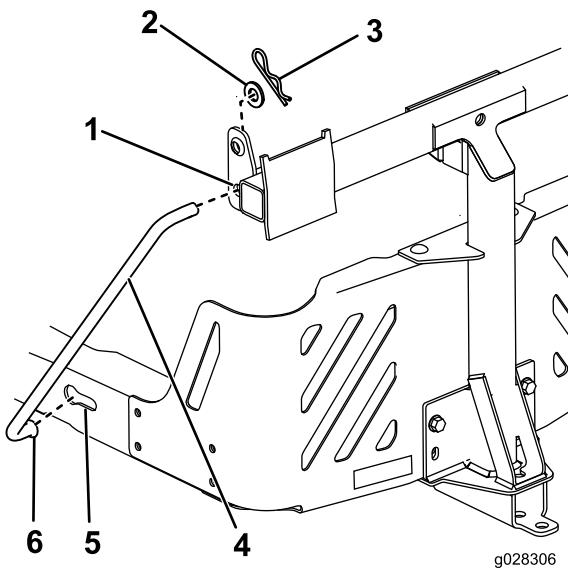

Figure 14
- Montez l'extrémité coudée et évasée d'une tige dans le trou oblique sur le côté gauche du cadre de la machine, et déplacez la tige vers l'arrière pour l'enclencher dans le cadre (Figure 14).
- Insérez les extrémités coudées des tiges dans l'attelage d'accessoire comme illustré à la Figure 14, et fixez l'extrémité de chaque tige avec une rondelle et une goupille fendue.